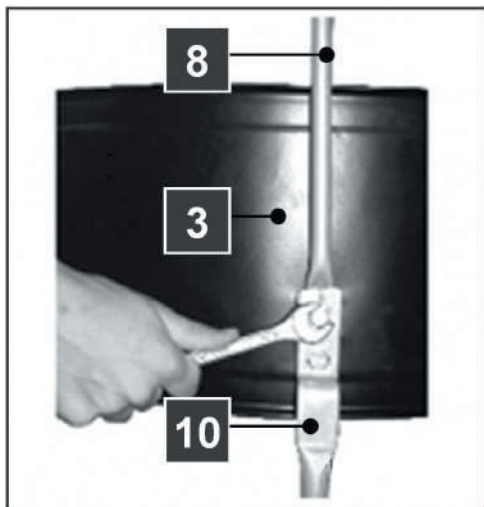

Рис. 24
- Установите вертикальные стойки (8) в верхнее положение, совместив два отверстия в них с отверстиями на корпусе фильтра (3) и отверстиями в верхних концах опор (10), и закрепите болтами (рис. 24).